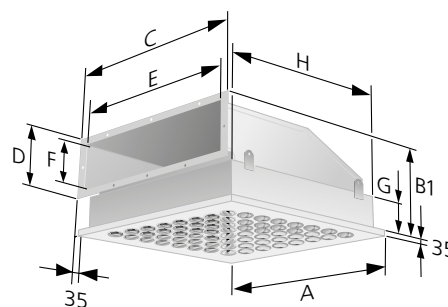

Figur 4. CDH/CLH, cirkulär anslutning.
- Cirkulär anslutning har nippelanslutning. Se figur 4.